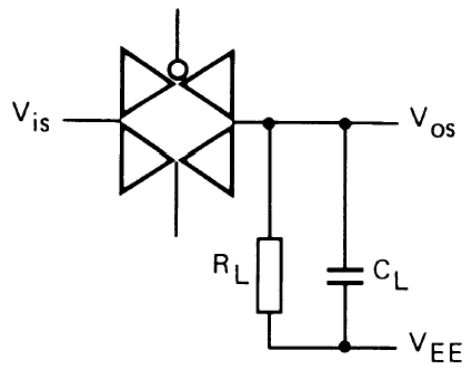

图 4
4. $R_L=10K\Omega$; $C_L=15pF$; 通道开通; $V_{is}=V_{DD(P-P)}/2$ (正弦波, 在 $V_{DD}/2$ 处对称), $f_{is}=1KHz$; 如图 4 所示
7. $R_L=1K\Omega$; $C_L=5pF$; 通道关断; $V_{is}=V_{DD(P-P)}/2$ (正弦波, 在 $V_{DD}/2$ 处对称); $20lg(V_{os}/V_{is})=-50dB$; 如图 4 所示
8. $R_L=1K\Omega$; $C_L=5pF$; 通道开; $V_{is}=V_{DD(P-P)}/2$ (正弦波, 在 $V_{DD}/2$ 处对称); $20lg(V_{os}/V_{is})=-3dB$; 如图 4 所示